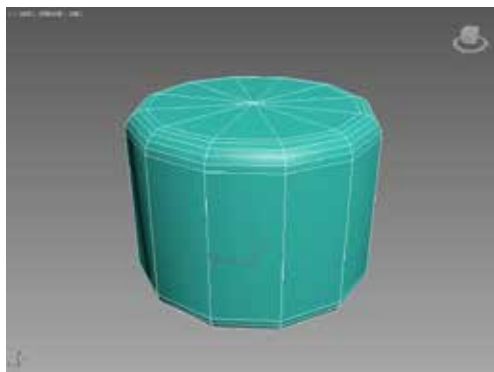

图 2-90 最终效果
STEP 06 再设置圆角分段为 5，设置完成后，如图 2-90 所示。